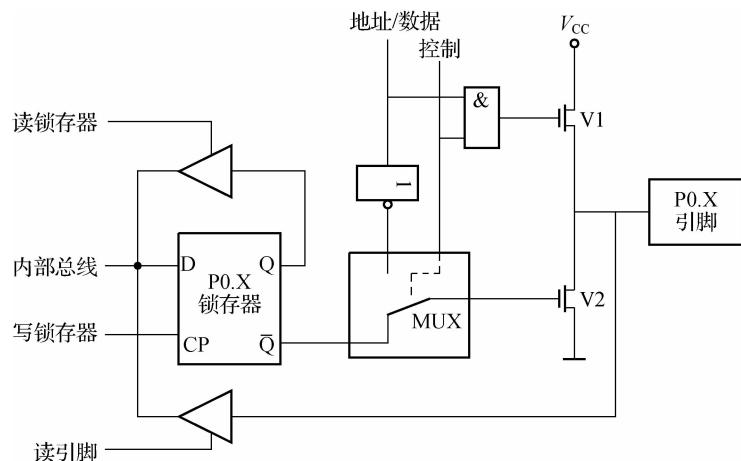

图 1-3 P0 口位结构
P0 口位结构如图 1-3 所示,包括一个输出锁存器,两个三态缓冲器,一个输出驱动电路和一个输出控制端。输出驱动电路由一对场效应管组成,其工作状态受输出端的控制,输出控制端由一个与门、一个反相器和一个转换开关 MUX 组成。对 8051 单片机来讲,P0 口既可作为 I/O 端口,又可作为地址/数据总线使用。
(1) P0 口作地址/数据总线使用。若从 P0 口输出地址或数据信息,此时控制端应为高电平,转换开关 MUX 将反相器输出端与输出级场效应管 V2 接通,同时与门开锁,内部总线上的地址或数据信号通过与门去驱动 V1 管,又通过反相器去驱动 V2 管,这时内部总线上的地址或数据信号就传送到 P0 口的引脚上。工作时低 8 位地址与数据线分时使用 P0 口。低 8 位地址由 ALE 信号的负跳变使它锁存到外部地址锁存器中,而高 8 位地址由 P2 口输出。
(2) P0 口作通用 I/O 端口使用。对于有内部 ROM 的单片机, P0 口也可以作通用 I/O 端口, 此时控制端为低电平, 转换开关把输出级与锁存器的 Q 端接通, 同时因与门输出为低电平, V1 管处于截止状态, 输出级为漏极开路电路, 在驱动 NMOS 电路时应外接上拉电阻。P0 口作输入口用时, 应先将锁存器写“1”, 这时输出级两个场效应管均截止, 可作高阻抗输入, 通过三态输入缓冲器读取引脚信号, 从而完成输入操作。
(3) P0 口上的“读—修改—写”功能。图 1-3 上面一个三态缓冲器是为了读取锁存器 Q 端的数据, Q 端与引脚的数据是一致的, 结构上这样安排是为了满足“读—修改—写”指令的需要。这类指令的特点是: 先读锁存器, 随之可能对读入的数据进行修改再写入端口。这类指令同样适合 P1 口、P2 口和 P3 口, 其操作是: 先将端口的全部 8 位数读入, 再通过指令修改某些位, 然后将新的数据写回到锁存器中。